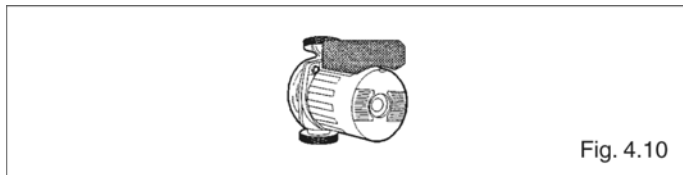

Fig. 4.10
- убедитесь также в том, что циркуляционный насос работает правильно (рис. 4.10)
- переведите главный выключатель системы в положение «выключено» (рис. 4.10) и убедитесь в том, что котел **Fabula** полностью останавливается.